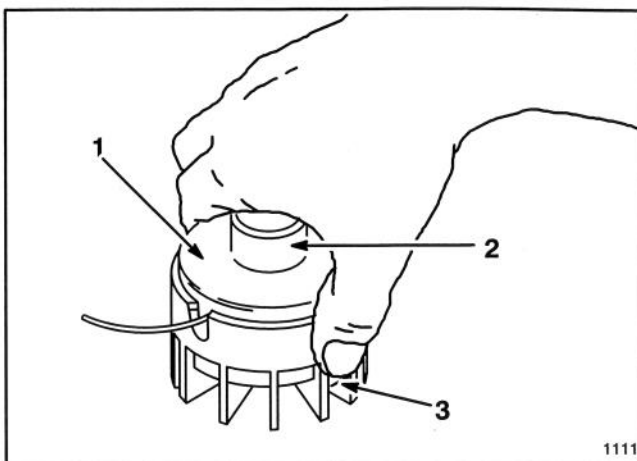

Figure 19
2. Pour retirer la bobine vide, renverser le taille-bordures, placer la main sur la bobine et enfoncer les ergots de chaque côté du capuchon (Fig. 19).